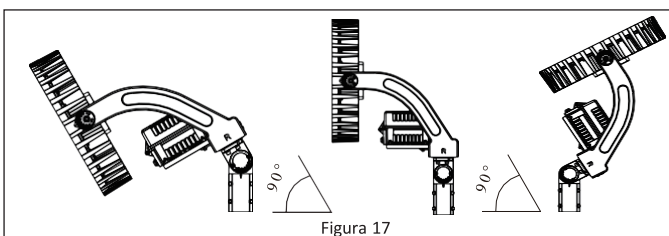

Figura 17
3. La lámpara LED ahora se puede orientar para lograr una cobertura óptima de luz aflojando el tornillo de ajuste en el soporte con posicionador deslizable. **Ver Figura 17.**